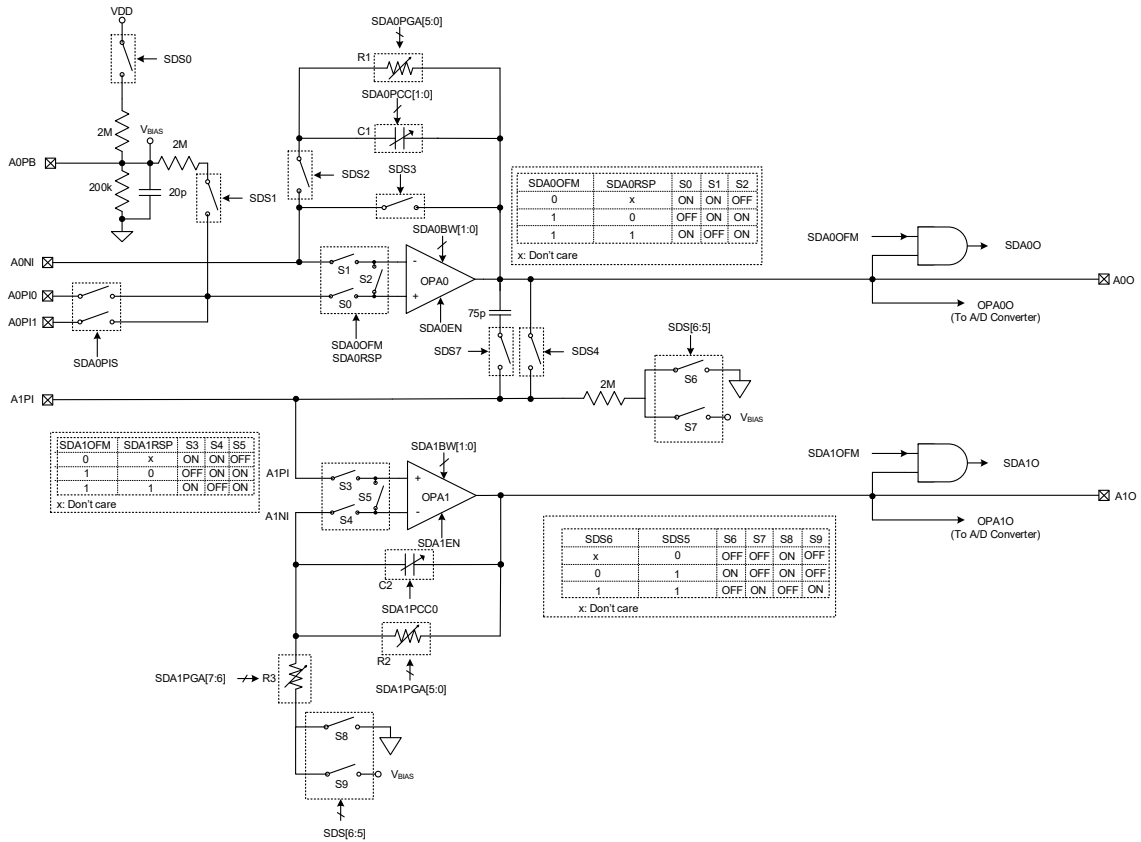

图 3. AFE 内部电路图
- 图 3 由两组 OPA 组成 AFE 电路，OPA0 用于电流转电压、OPA1 用于电压放大。